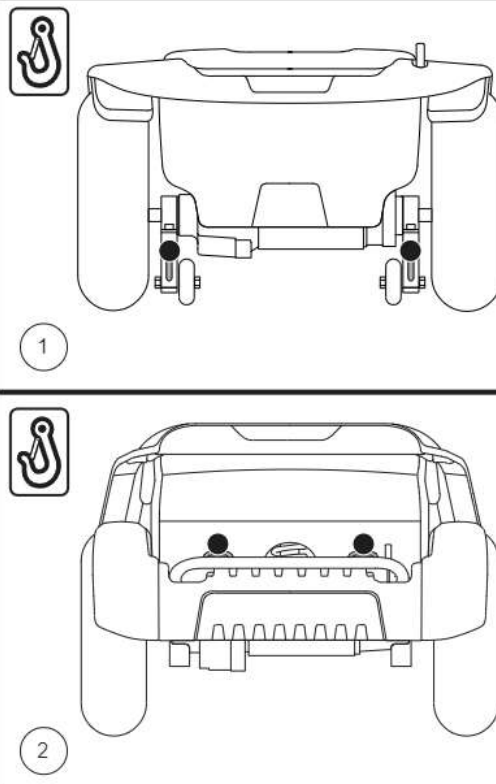

Figure 9. Points d'ancrage arrière (Identifié avec des points noirs)
Le scooter doit toujours être ancré face à l'avant du véhicule. Fixez les quatre (4) courroies aux points d'ancrage désignés sur le scooter. Voir les figures 9 et 10. Serrez-bien les courroies pour retirer le jeu excessif. N'attachez jamais le scooter par ses composants réglables ou mobiles tels que les accoudoirs, capots ou roues. Ces articles devraient être enlevés. Positionnez les points d'ancrage arrière des courroies directement derrière le scooter. Les points d'ancrage avant sont disposés plus loin de chaque côté du scooter afin d'augmenter la stabilité latérale.